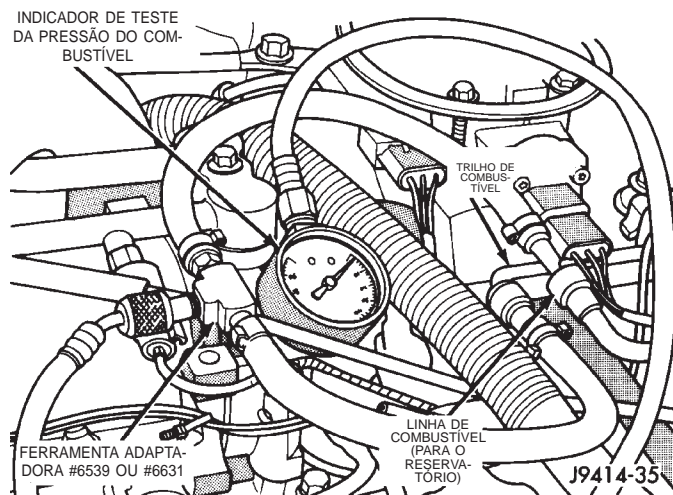
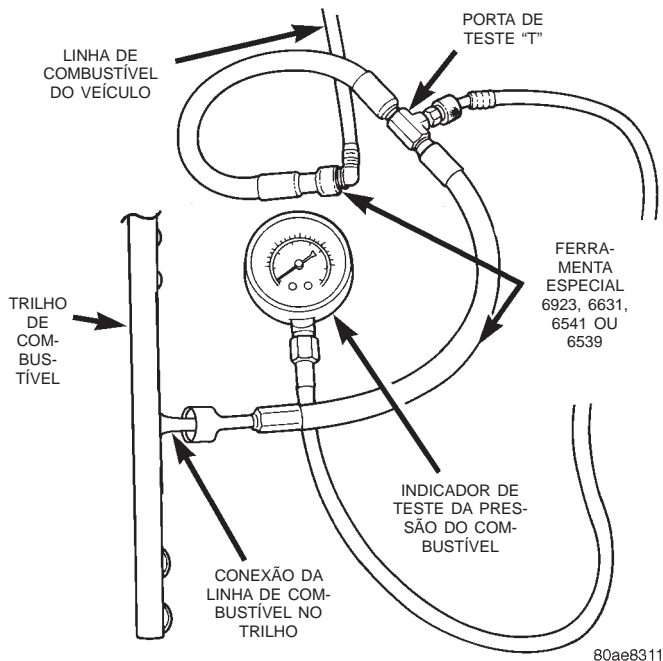

Fig. 8 Conexão da Ferramenta Adaptadora—Típica
Fig. 9 Conexão da Ferramenta Adaptadora—Típica
(1) Desconecte a linha de admissão do combustível no trilho de combustível. Consulte “Tubos/Linhas/Mangueiras de Combustível e Braçadeiras”, nesta seção, no grupo de procedimentos. Em alguns motores, pode ser necessário retirar o compartimento do filtro de ar antes da desconexão da linha de combustível.
(2) Conecte a Mangueira da Ferramenta Adaptadora de Teste da Pressão da Linha de Combustível apropriada (número 6631, 6923, 6541 ou 6539) entre a linha de combustível desconectada e o trilho de combustível (Fig. 8) ou (Fig. 9).